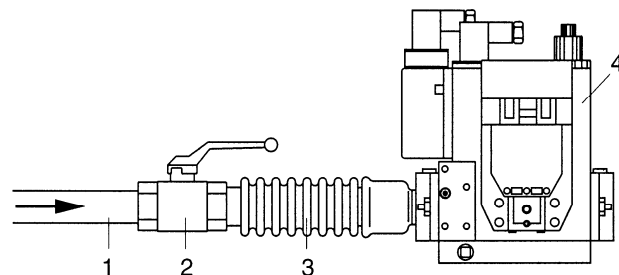

Abb. 3
- Ein Manometer an den zustromseitigen Druckanschluss (4) der Ventileinheit anschließen (Abb. 3);